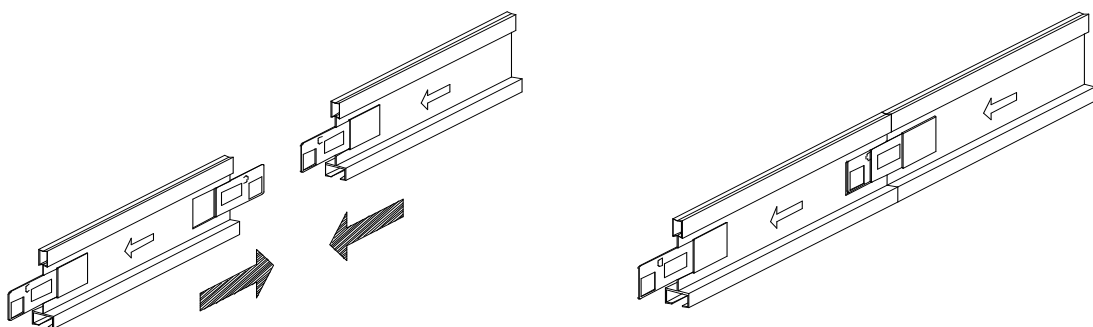

図2-9 Tバーストレートジョイント
- 1) メインTバーの矢印の向きをそろえます。(図2-9参照)